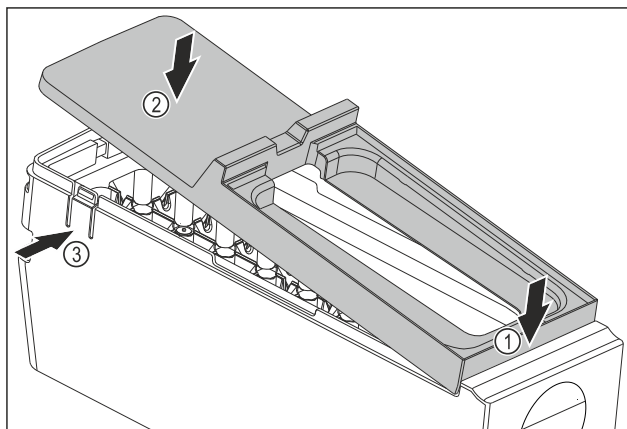

Fig. 175
- ▶ Смонтируйте крышку корпуса EasyTwist-Ice: Установите крышку спереди. Fig. 175 (1)
- ▶ Опустите крышку сзади. Fig. 175 (2)
- ▷ Крышка со щелчком фиксируется в накладках Fig. 175 (3).